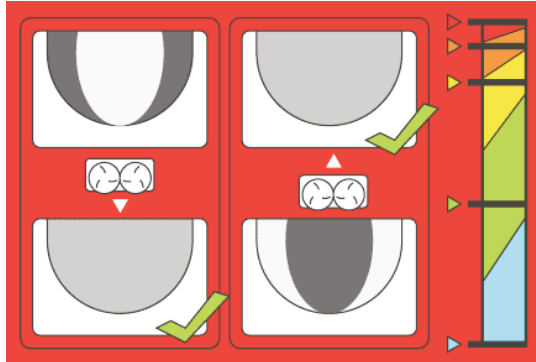

Figure 43
Pour y remédier, le **réglage de la base** comprend une illustration indiquant le repositionnement correct de la base (Figure 43).
**Remarque:** Les couleurs sur l'autocollant de la Figure 43 correspondent aux couleurs de l'autocollant principal (Figure 30).